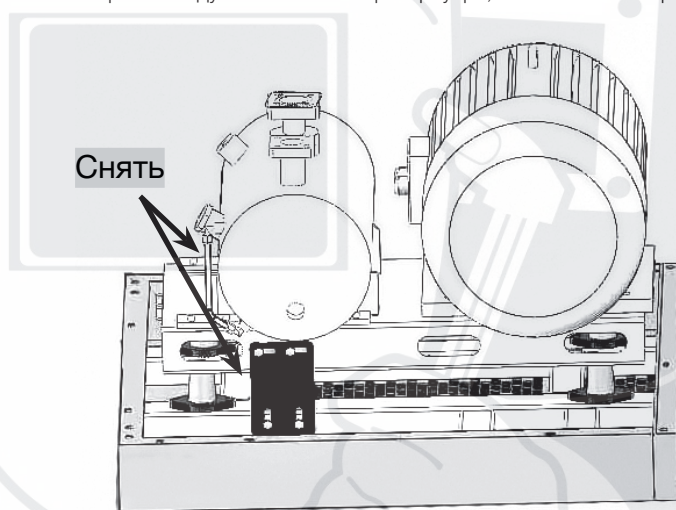

Рис. 3.1 Транспортировочные кронштейны
- b. Снимите два красных транспортировочных кронштейна, расположенных с каждой стороны воздушно-масляного резервуара, как показано на рис. 3.1.